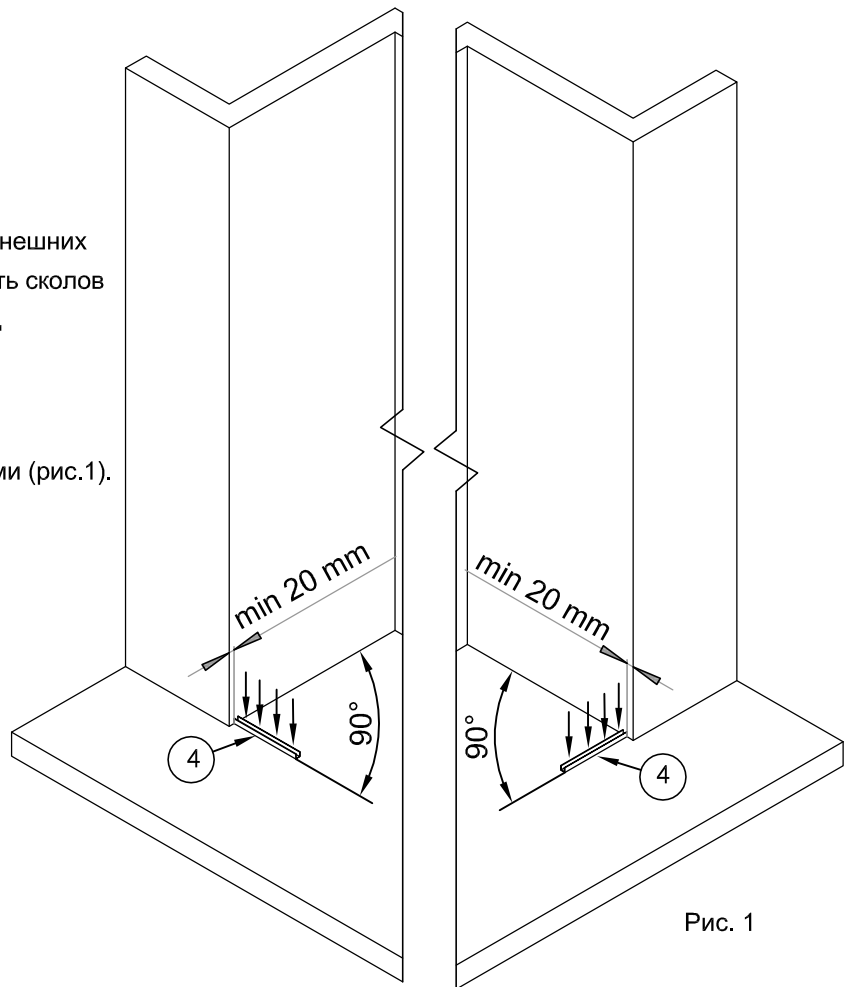

Рис. 1
1.1. Отмерьте расстояние от наружной стены до внешних поверхностей профилей на пол №4. Чтобы избежать сколов углов наружной стены при сверлении отверстий под держатели стекла - рекомендуемое расстояние не менее 20 мм (рис.1).
Прижмите профили №4 к стенам под прямыми углами (рис.1).
1.2. Карандашом или фломастером проведите разметку мест сверления отверстий под дюбели, используя отверстия в профилях №4 для их крепления (рис. 1).